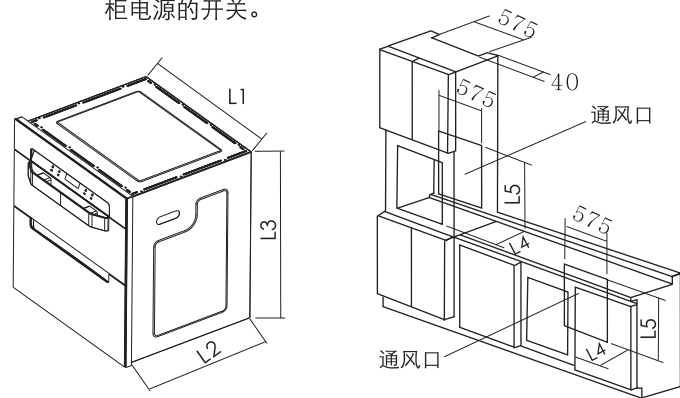

图2
●消毒柜嵌装在橱柜中时，应在橱柜嵌装处合适部位设置与消毒柜排风口相通的通风口（见图2），以确保通风良好。
- 在预定的安装位置处，按图2的方式及下表中的尺寸开方形孔，将消毒柜本体平稳嵌入方孔内，然后拉开柜门，用2粒螺钉将机体固定在门面上，与橱柜齐平即可。